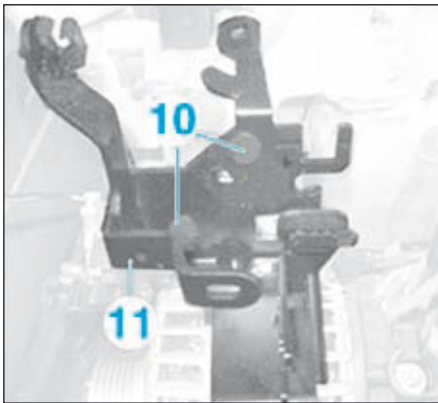

FIG.6
- Déposer (Fig.6) :
- les vis (10),
- le support (11).